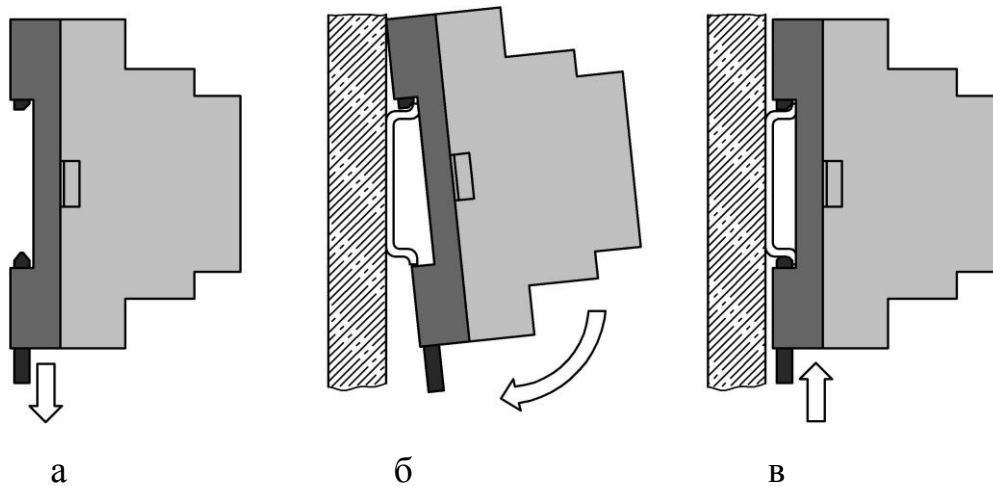

Рисунок 2 – Монтаж вычислителя на стандартную DIN-рейку
6.4.1 Способ установки вычислителя настенный, с креплением на стандартную 35 мм DIN-рейку (рисунок 2).